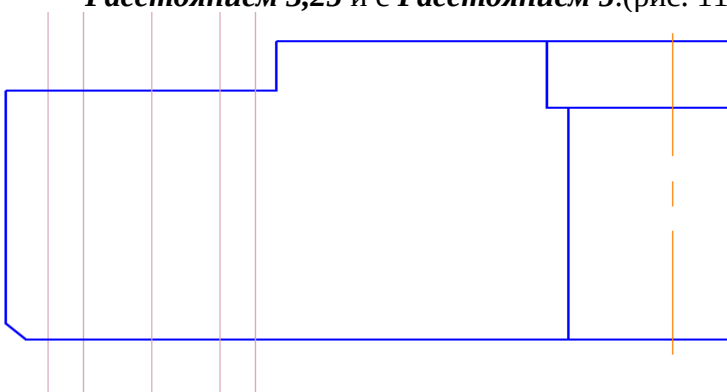

Рис. 11
c. Относительно получившейся прямой проведите **параллельную прямую**, с **Расстоянием 3,25** и с **Расстоянием 5**.(рис. 11).